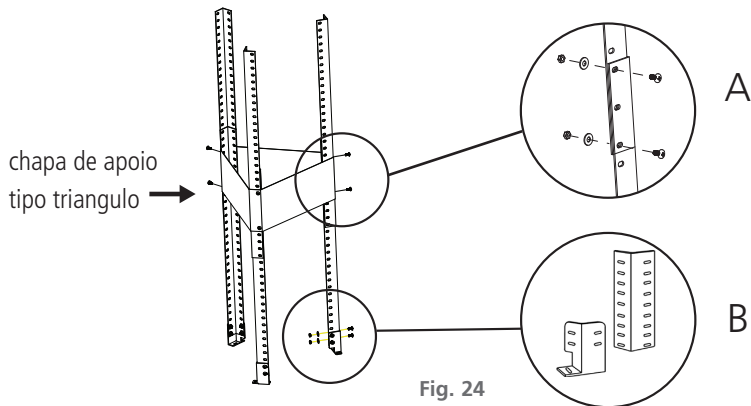

Fig. 24
- Ajustar a altura da coifa conforme a necessidade, utilizando as cantoneiras sobrepostas, cada uma com 2 parafusos, arruela e porca, utilizando a chapa de apoio tipo triângulo. [Fig.24].
- **A sobreposição das cantoneiras não poderá ser inferior a 300mm [15 furos] [Fig.24 A].**
- Fixar o apoio de fixação nas cantoneiras com os parafusos, arruelas e porcas [acompanha o produto][Fig. 24 B]